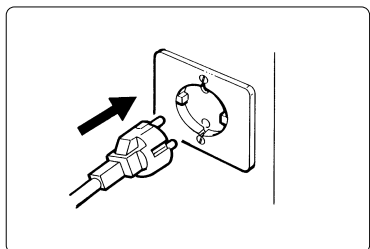

Fig. 5
- c) Introducir el enchufe en la toma de alimentación eléctrica, (ver fig. 5).